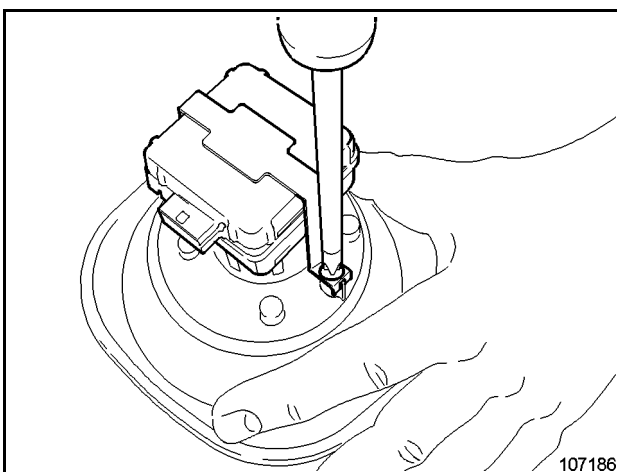

Fig. 3-51:
- Destornillar el portalámparas (Fig. 3-51:).